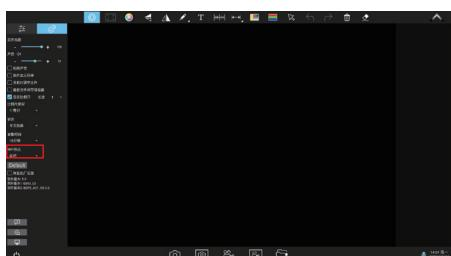

图1
- (1) 点击KoPa WiFi Lab AO界面左上角的“”设置图标；
- (2) 点击“”图标；
- (3) 点击左下方图标“”，打开WLAN (如图1、2)；